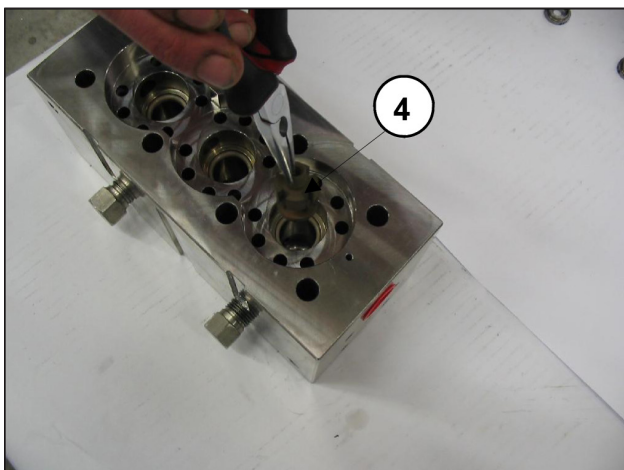
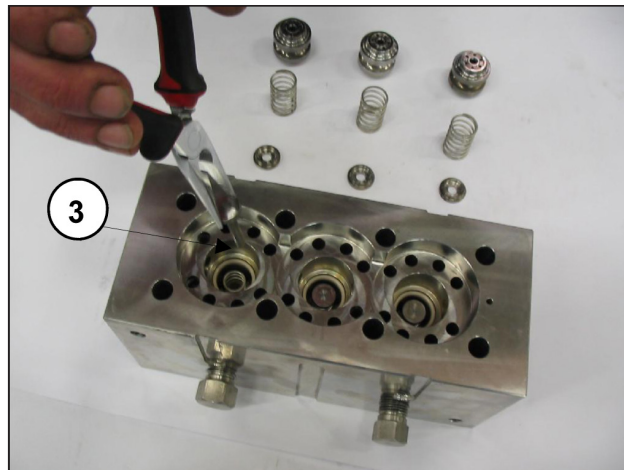

Fig. 26
Fig. 27
- Extraer los platillos de envío ③, las guías ④ y los muelles como se indica en la Fig. 26 y la Fig. 27, controlar el desgaste y sustituirlos si es necesario. En cualquier caso, respetar los intervalos indicados en la tabla "MANTENIMIENTO PREVENTIVO" del capítulo 11 del *Manual de uso y mantenimiento*.